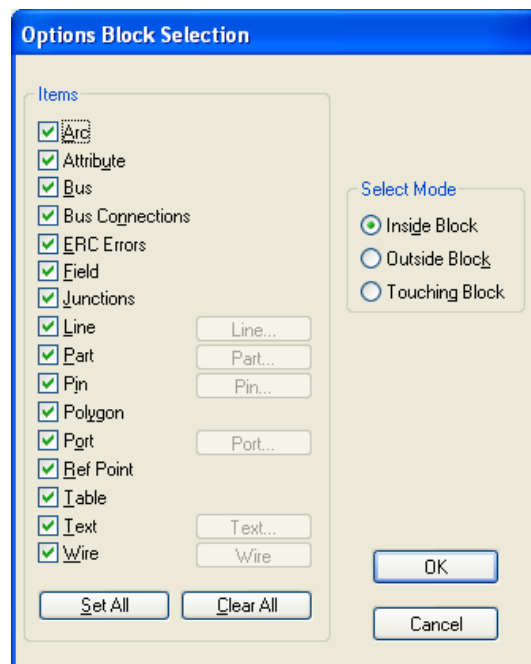

Рисунок 4.13 - Настройки фильтра выбора объектов
- Настройка параметров фильтра производится с помощью команды **Options/Block Selection**. При активизации этой команды появляется панель **Options Block Selection**, показанная на *рис. 4.13*.